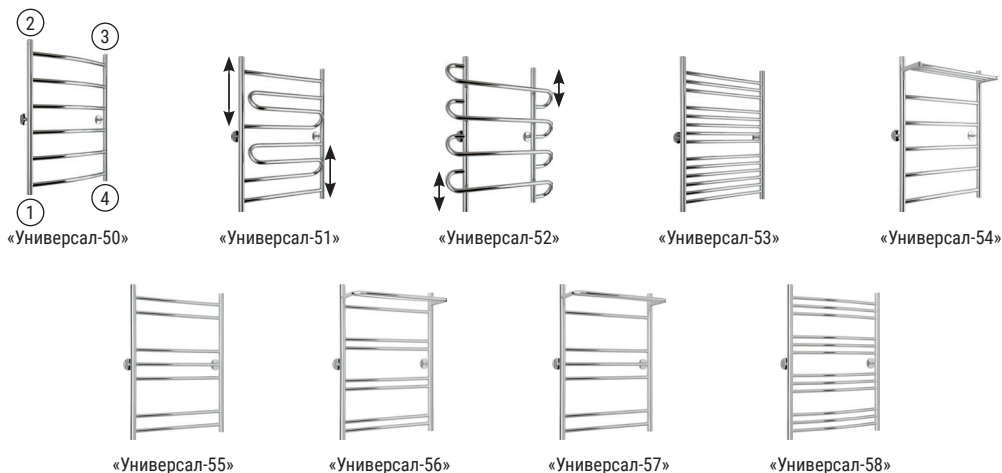

Рис.1
- 4.1. Схема стандартного подключения к системе ГВС или отопления (рис. 1). Подключение осуществляется по схеме: 1-4; 1-3; 2-4; 2-1; 3-4.
6.1. Подключение полотенцесушителя к системе ГВС или отопления осуществляется параллельно к основной магистрали (рис. 1 и п. 4).